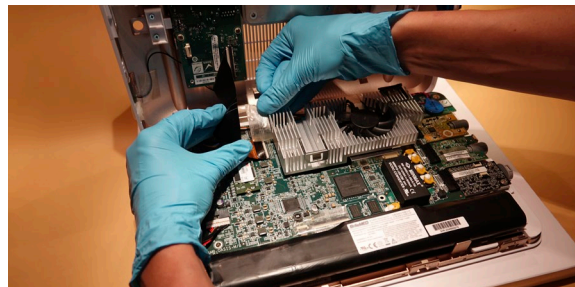

Figura 10 Deschideți carcasa dorsală cu atenție și îndepărtați banda adezivă, acolo unde este necesar.
i) Îndepărtați banda adezivă (Figura 10)